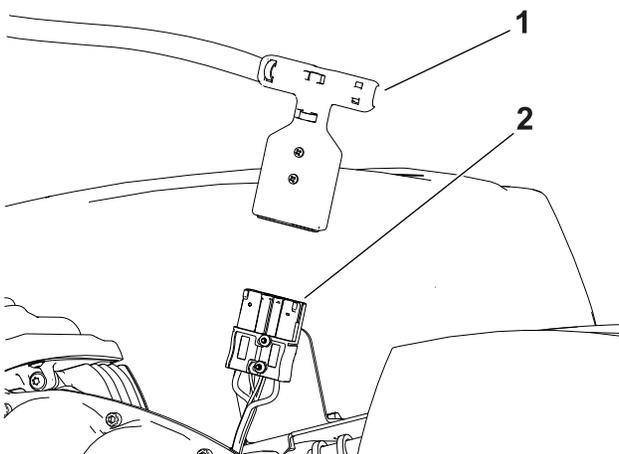

Figure 22
5. Débranchez la batterie en retirant le connecteur à poignée en T du connecteur d'alimentation principale (Figure 22).